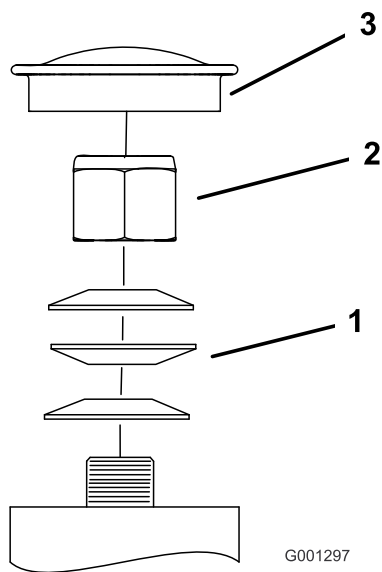

Bild 57
3. Entfernen Sie den Staubdeckel vom Laufrad und ziehen Sie die Sicherungsmutter an (Bild 57).
4. Ziehen Sie die Sicherungsmutter so weit fest, dass die Federscheiben flach liegen und schrauben dann um Viertelumdrehung zurück, um die Lager richtig vorzuspannen (Bild 57).
Wichtig: Achten Sie darauf, dass die Federscheiben richtig eingesetzt sind, siehe Bild 57.
5. Setzen Sie den Staubdeckel auf (Bild 57).